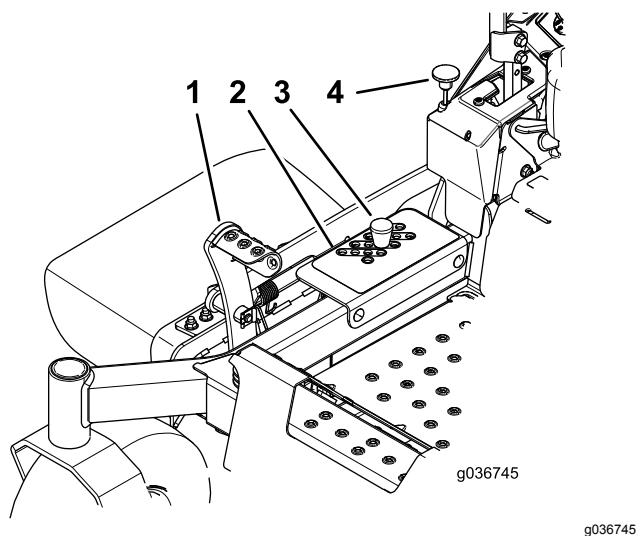

Figura 30
- TRASPORTO (anche la posizione dell'altezza di taglio da 127 mm) come mostrato in Figura 30.
3. Per regolare, spostate il perno dalla staffa dell'altezza di taglio (Figura 30).
4. Nella staffa dell'altezza di taglio scegliete un foro corrispondente all'altezza richiesta e inserite il perno (Figura 30).